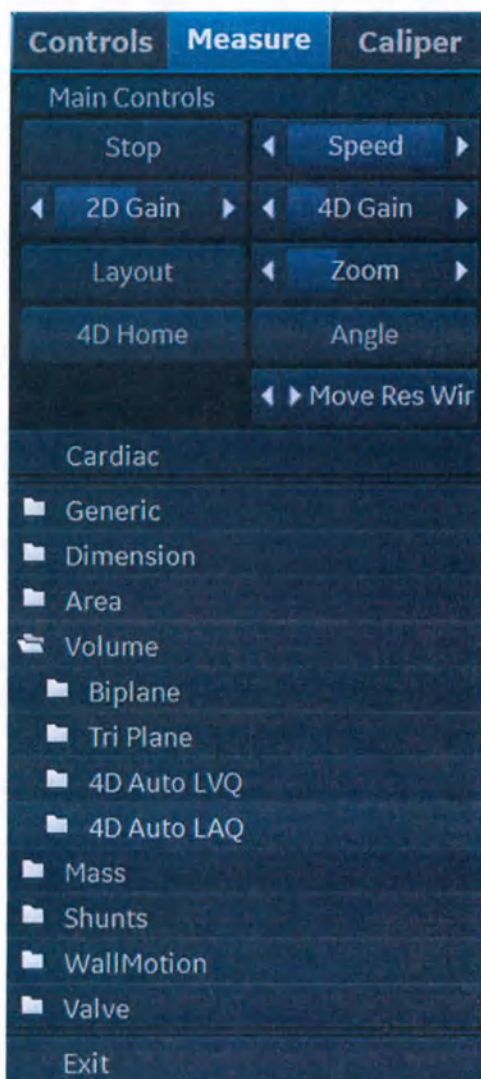

Рис. 8-79. Выбор инструмента 4D Auto LAQ
3. Выберите пункт **Volume4D > 4D Auto LAQ** (Объем > 4D Auto LAQ). (Рис. 8-79)